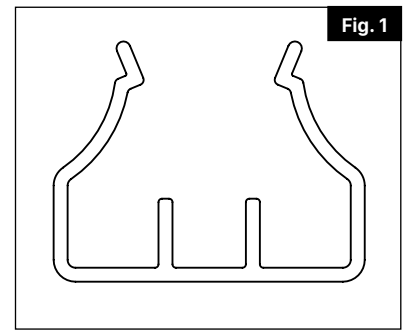

Fig. 1
Retirez l'insertion de poteau de 157,5 cm (62 po) de la trousse de remplissage (fig. 1). Coupez à 112,7 cm (44 ¾ po). Installez dans le montant de la barrière.
2. Pour la barrière piétonne, couper 38,1 cm (15 po) de chaque côté du panneau DSP de 166,4 cm (65 ½ po) (fig. 1).
3. Pour la barrière d'entrée, couper 22,9 cm (9 po) de chaque côté du panneau DSP de 166,4 cm (65 ½ po) (fig. 1).
4. Assemblez le panneau DSP : Placez le profilé à fente coupé sur le haut et le bas du panneau DSP. Placez les profilés en aluminium de 33 cm (13 po) aux deux extrémités du panneau DSP (fig. 1).
1. Installez les insertions de traverse coupés dans la traverse supérieure, la traverse inférieure et les deux côtés de la traverse intermédiaire (fig. 1).
Placez la traverse inférieure avec les supports dans les montants de la barrière. Installez une vis à tête hexagonale dans le trou préperforé inférieur de chaque montant (fig. 1).